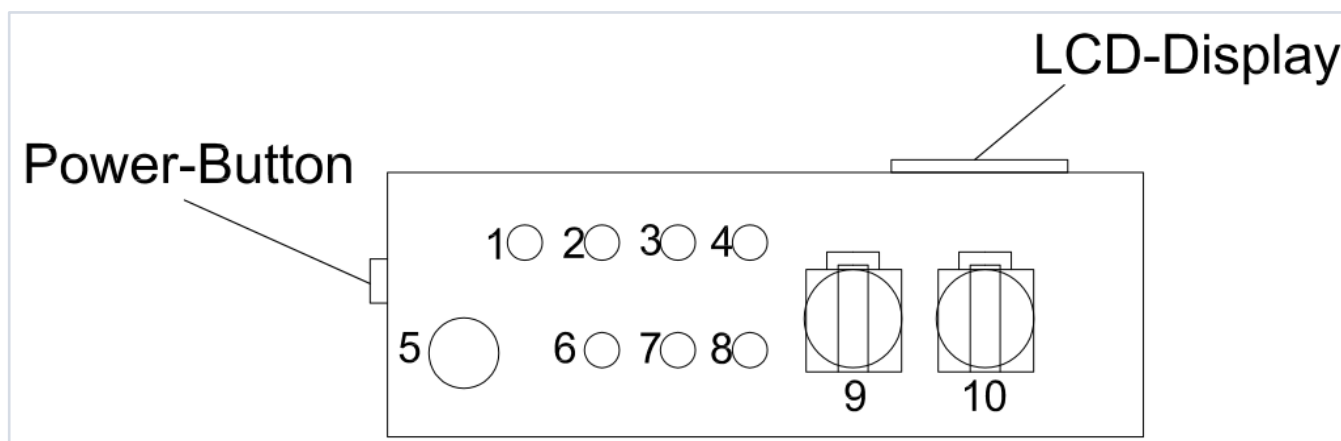

Abbildung 21: Anschlüsse auf der Unterseite der Steuereinheit
- ▶ Störmeldekabel durch vorhandene freie Kabelverschraubung an Unterseite des Steuergehäuses in das Steuergehäuse hineinziehen (siehe hierzu Abbildung 21: Anschlüsse auf der Unterseite der Steuereinheit).
Die Einbindung eines externen Alarmsignals (24 VDC) an die Steuereinheit ist möglich. Der Anschluss muss über einen potentialfreien Ausgang des externen Gerätes erfolgen. Der Störmeldeeingang der Steuereinheit (Vgl. Abbildung 21: Anschlüsse auf der Unterseite der Steuereinheit) ist serienmäßig mit einem Öffnerkontakt belegt (drahtbruchsicher). Die Störmeldung bleibt so lange geöffnet (aktiv), bis die externe Störmeldung manuell deaktiviert wurde.